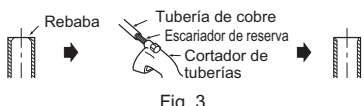

Fig. 3
- Al conectar la manguera de drenaje al tubo de cloruro de vinilo duro, asegúrese de que quede fija al insertarla en el tubo. (Fig. 3)
- 4) Ponga la tapa de drenaje en la sección de la parte posterior de la unidad interior a la que vaya a conectarse la manguera de drenaje. (Fig. 3)
- 2) Elimine completamente las rebabas del corte transversal del tubo. (Fig. 3)